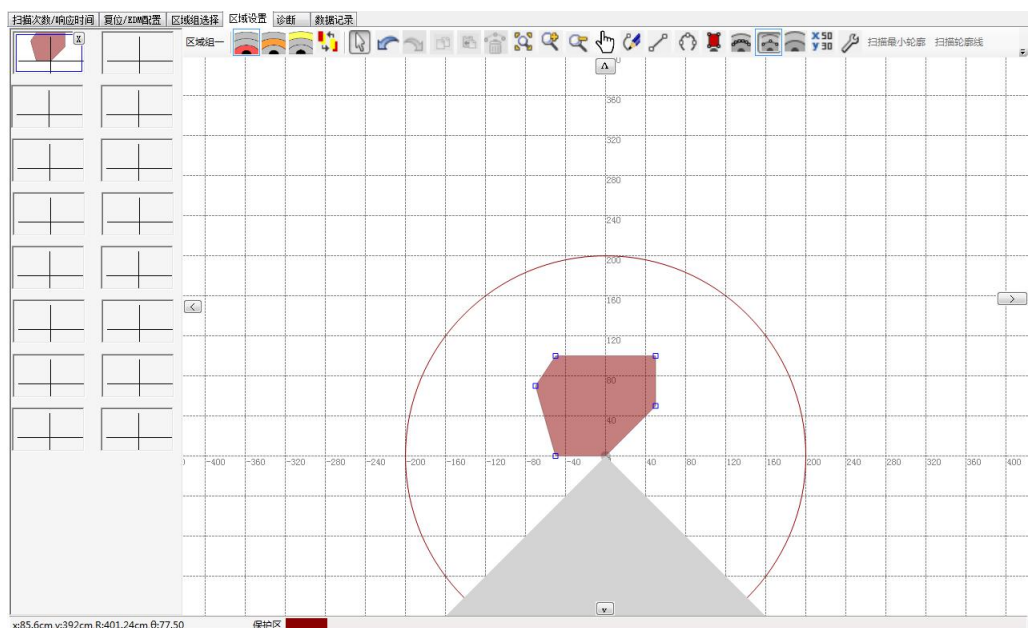
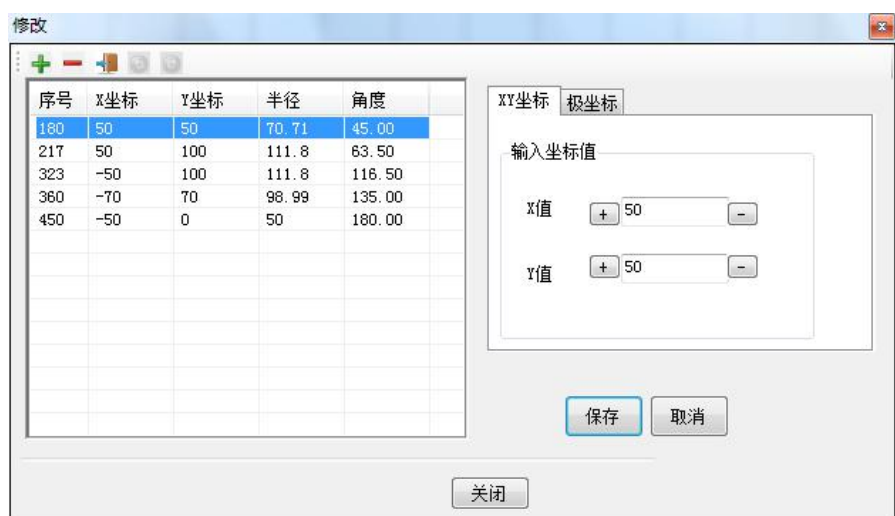

图 2.5.23 坐标添加后视图
图 2.5.24 选中删除点
关闭弹窗后，修改后的防护区域如图 2.5.23 所示。
- (3) 对上图 2.5.23 所示防护区域进行边界点删除。点击 ，在弹窗左侧的【边界点列表视图】中，选择要删除的坐标点 (50,50)，如下图 2.5.24 所示：